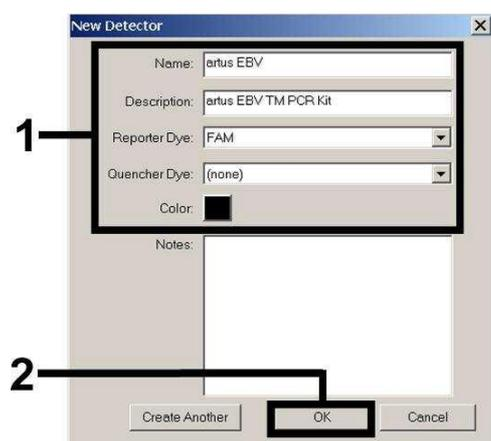
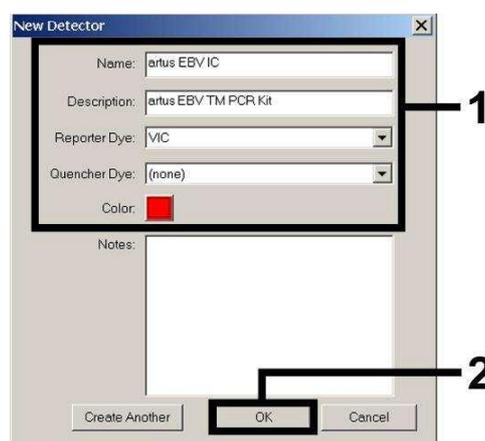
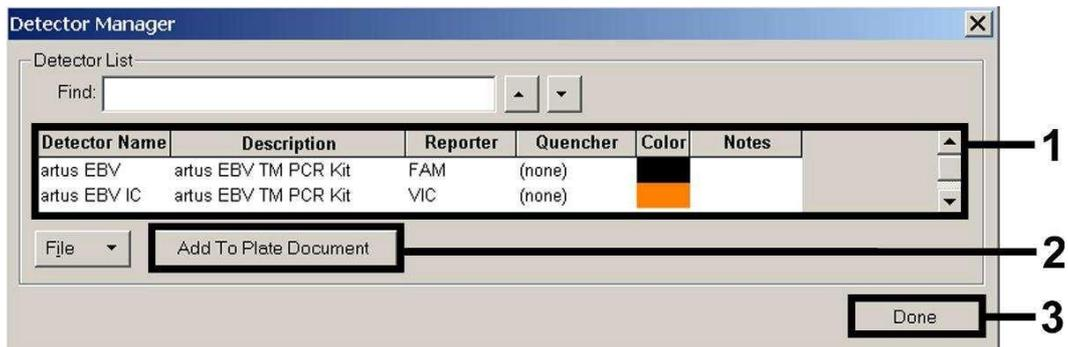

Fig. 4: Creazione del rilevatore specifico di EBV (*DetectorManager*).
Fig. 5: Creazione del rilevatore specifico del *Controllo interno* (*Detector Manager*).
Fig. 6: Selezione dei rilevatori (*Detector Manager*).
Per la rilevazione del DNA di EBV definire nella finestra visualizzata (analogamente a Fig. 4 e Fig. 5) la combinazione reporter/quencher **FAM/none**, per la rilevazione del *Controllo interno* selezionare invece la combinazione **VIC/none**. Con la conferma dei dati inseriti (OK) si torna al *Detector Manager*. Evidenziare i rilevatori appena creati e trasferire al *Well Inspector* ogni selezione, facendo clic sull'opzione *Add to Plate Document* (vedi Fig. 6). Chiudere la finestra (*Done*).